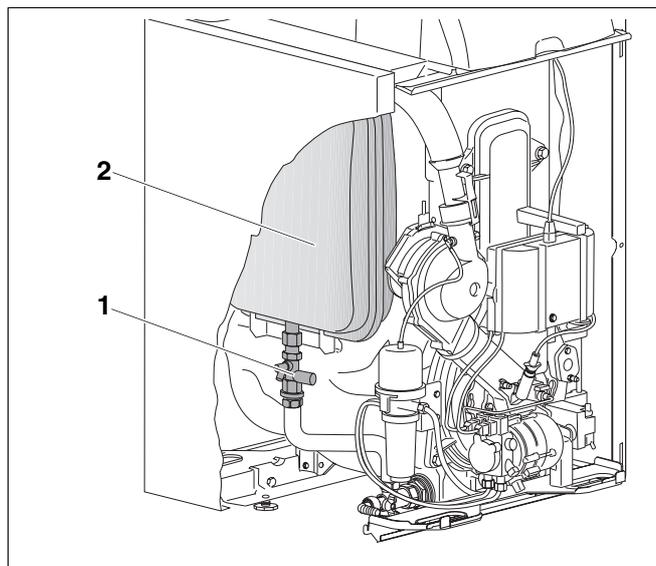

Fig. 27 Intercettare il vaso d'espansione
- Separare il vaso d'espansione dal sistema (fig. 27, **pos. 2**) chiudendo la valvola di separazione (fig. 27, **pos. 1**).
- Riaprire nuovamente la valvola di separazione (fig. 27, **pos. 1**) del vaso d'espansione (fig. 27, **pos. 2**).